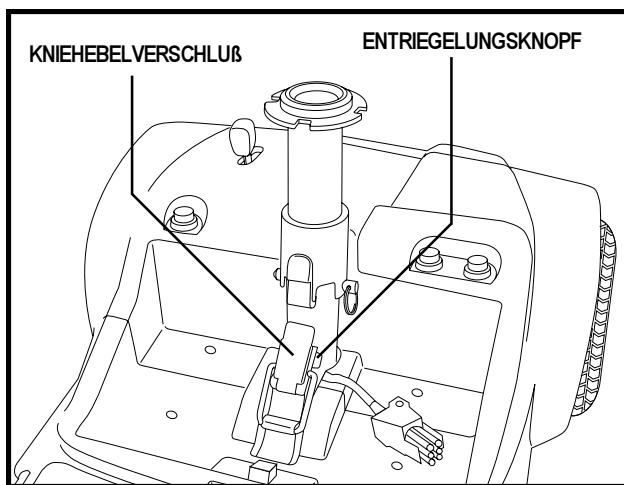

Abb. 15. Kniehebelverschluss (Zu)
1. Entriegelungsknopf drücken und gleichzeitig den Kniehebelverschluss ziehen. Siehe Abb. 15.
5. Kniehebelverschluss sichern. Siehe Abb. 15.